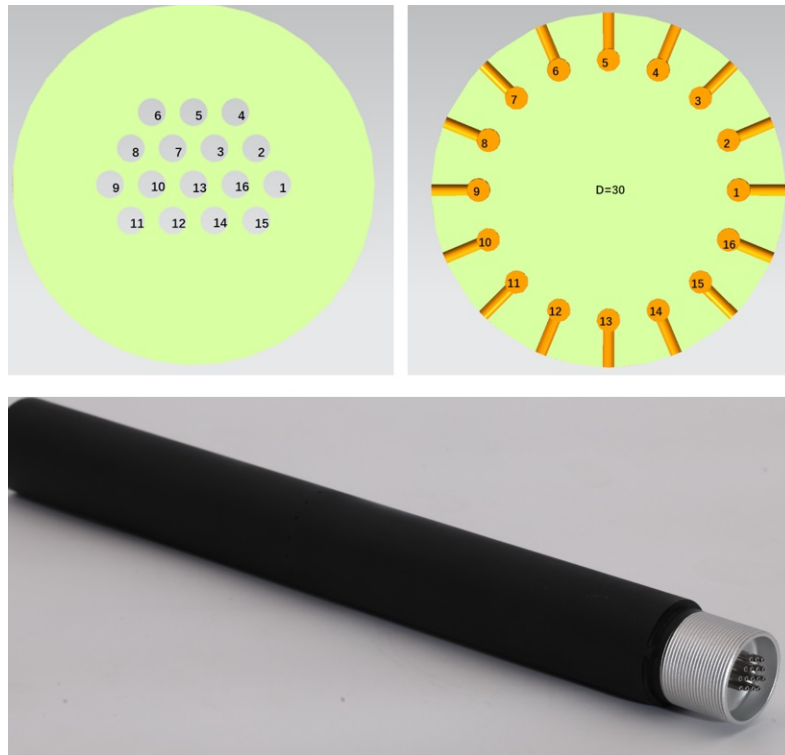

图 13: 航华CM2光滑圆柱模型照片及测压孔位图
本节我们以一个实例介绍如何快速设置软件参数。假设您计划使用1台PSU16电子压力扫描阀（编号230008）采集航华AM2圆柱模型（见图13）16个测压点压强分布。采集频率100Hz，采集总时长60秒。该采集卡编号“Dev1”。您计划把数据保存在“c:\measurement”目录下，所有数据文件名都以“pressure”开头。
- c) 连接16个测压软管。扫描阀通道需与模型测压孔标号（见图13）保持一致。
- f) （功能区③，以下省略“功能区”）填入扫描阀编号“230008”
- g) ③选择数据目录：c:\measurement, ④填入项目名称：pressure
- h) ④选择采集卡编号：Dev1
- i) ④填入通道号：1-16
- j) ④填入采样组数：1
- k) ④填入每组采样数：6000
- l) ④填入采样率：100
- m) ②点击“刷新”，保存参数